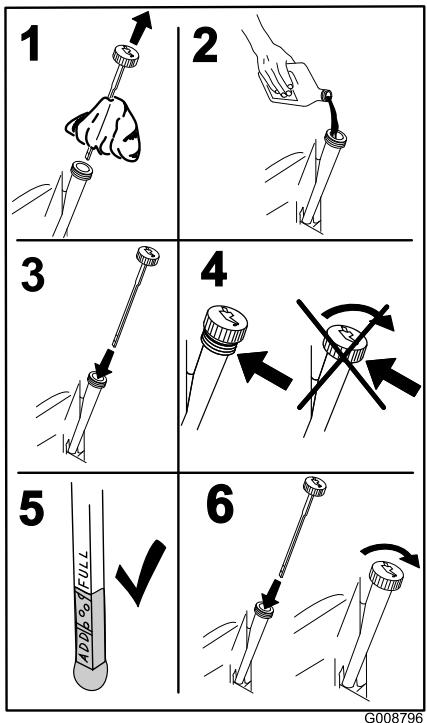

Figura 34
7. Deite cerca de 80% do óleo especificado no tubo de enchimento e adicione lentamente o óleo adicional até chegar à marca Full (Figura 34).